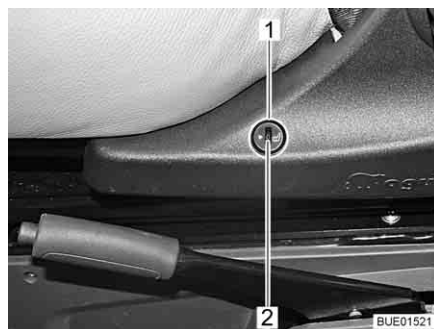

Bild 26 Schalter Sitzheizung
- Untere Hälfte des Schalters (Bild 26,1) an der linken Seite der Sitzkonsole drücken.
- Um geringere Heizleistung einzustellen, Einstellrad (Bild 26,2) in Richtung "0" drehen.
- Um höhere Heizleistung einzustellen, Einstellrad (Bild 26,2) in Richtung "5" drehen.
- Obere Hälfte des Schalters (Bild 26,1) an der linken Seite der Sitzkonsole drücken.